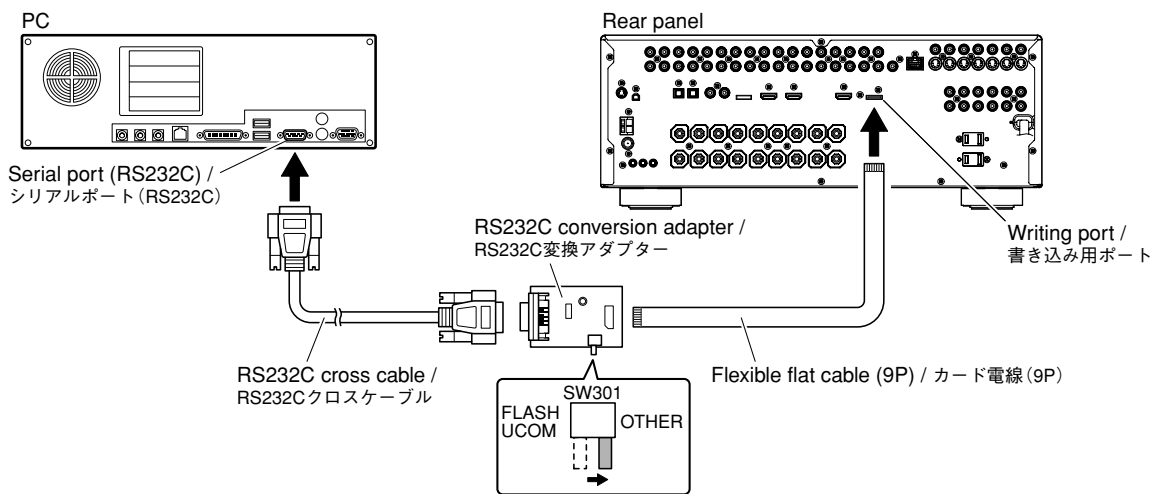

Fig. 1
2. Set the switch (SW301) of RS232C conversion adapter to the "OTHER" side. (Fig. 1)
3. Connect the writing port of this unit to the serial port (RS232C) of the PC with RS232C cross cable, RS232C conversion adapter and flexible flat cable as shown below. (Fig. 1)
2. RS232C変換アダプターのスイッチ(SW301)を"OTHER"側に設定します。(Fig. 1)
3. 本機の書き込み用ポートとPCのシリアルポート(RS232C)を下記のように接続します。(Fig. 1)